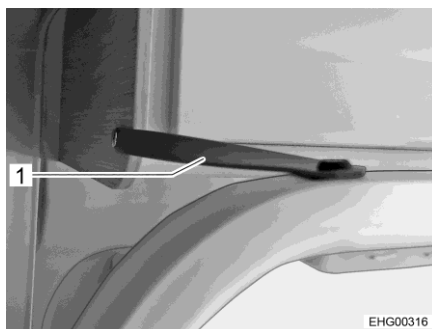
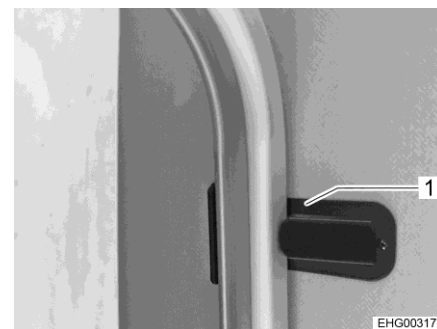

Fig. 46 Rete del letto ribaltabile, cinghie
Fig. 47 Rete del letto ribaltabile, supporto
- Letto con rete del letto ribaltabile: Ribaltare la rete del letto verso l'alto e fissare con le cinghie (Fig. 46,1) e il supporto (Fig. 47,1).